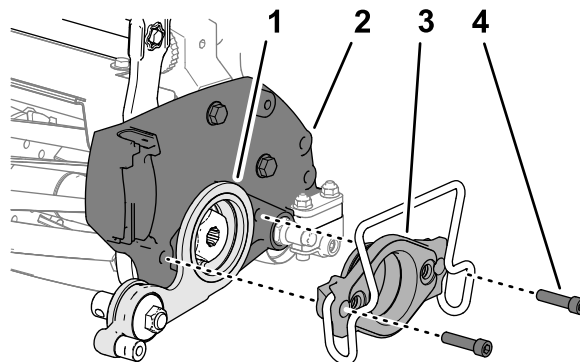

Figure 19
- Alignez la poulie sur l'unité de coupe, comme illustré Figure 19.
- Alignez la plaque de la poulie de tension sur la plaque latérale, comme illustré Figure 19.
- Insérez le support du moteur dans la plaque de la poulie de tension et dans la plaque latérale de l'unité de coupe (Figure 19).
- Fixez le support sur la plaque (Figure 19) à l'aide des 2 vis à embase (5/16" x 1¼") retirées à l'opération Dépose du support du moteur (page 4).